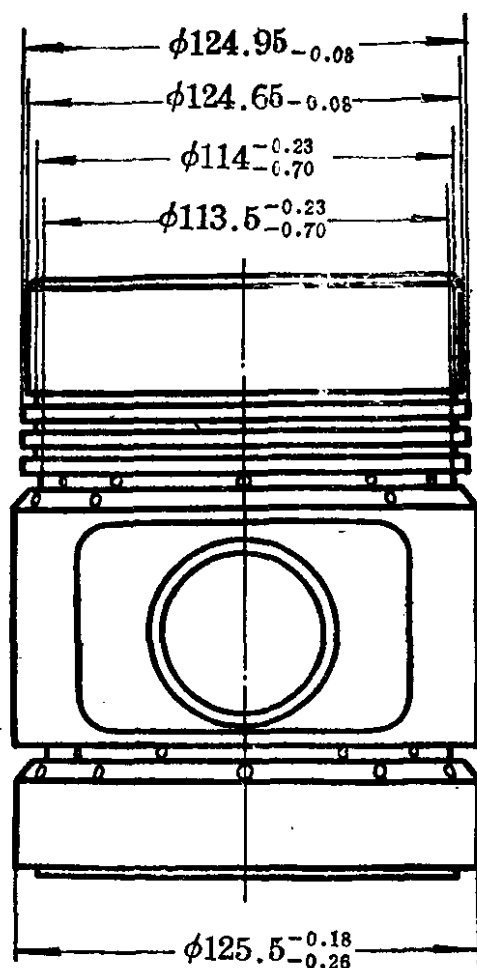

图 2
2. 对于加大 1.00 毫米的活塞，修复成加大 0.50 毫米的活塞，方法同上。其修复后尺寸如图 2 所示。